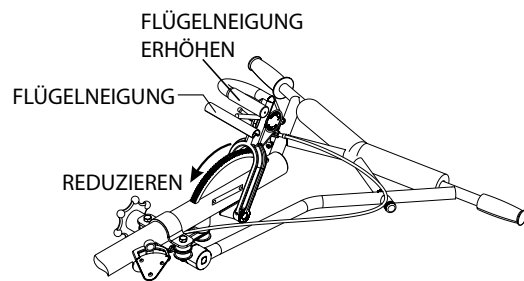

Abbildung 11. Flügelneigung T-Griff (Quick Pitch™-Griff)
2. Bei Modellen mit **Quick Pitch™-Griff**: Ziehen Sie das Flügelneigungskabel bis zum Anschlag heraus, indem Sie den T-Griff (Abbildung 11) greifen, die Abzugsverriegelung drücken und den T-Griff für eine flache Neigung (Flügel vollständig flach) nach vorne drücken.